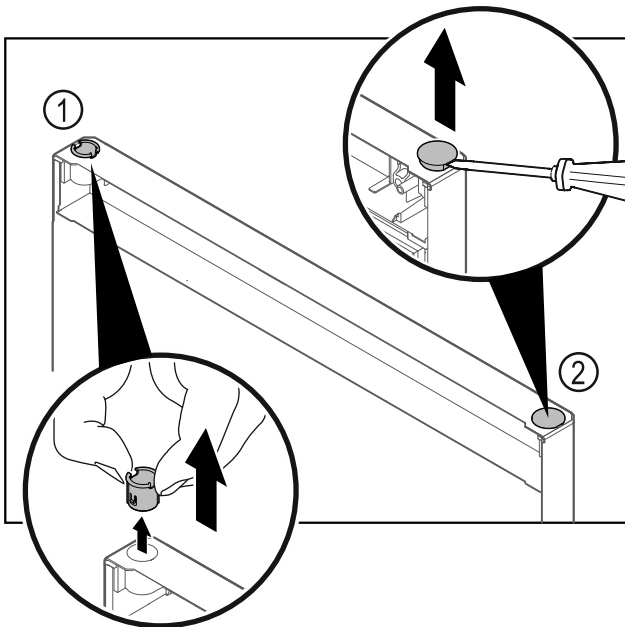

Fig. 29
- Scharnierbus Fig. 29 (1) met de vingers eruit trekken.
- Afdekstop Fig. 29 (2) voorzichtig met een sleufschroevendraaier optillen en eruit trekken.